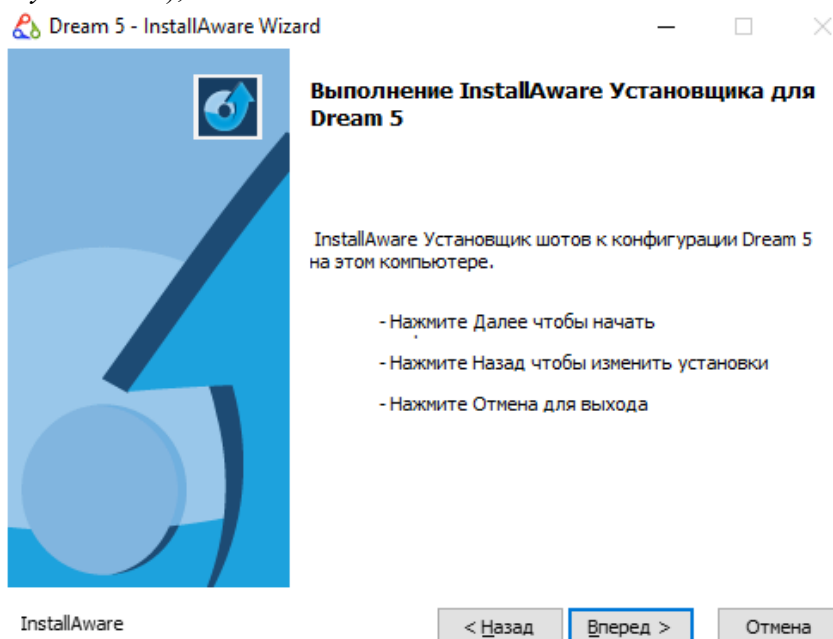

Рисунок 2.4.9
- нажать кнопку «Вперед» в окне завершения конфигурации установки (см. Рисунок 2.4.9);